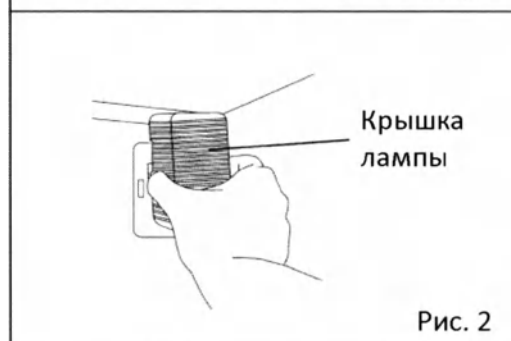

Рис. 2
3. Чтобы снять крышку лампы, возьмите крышку с двух сторон и снимите ее (Рис. 2).